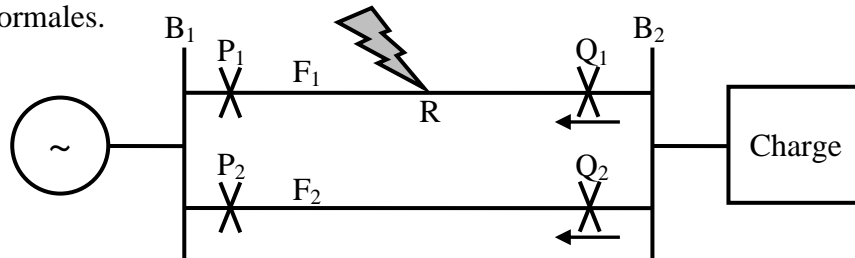

Fig.1. Réseau électrique à deux lignes de transmission parallèles avec coordination des relais directionnels et non directionnels.
Pour démontrer la performance du D-OCR sur MATLAB/SIMULINK®, considérons le réseau électrique illustré sur la figure 1, qui montre deux lignes de transmission parallèles de 220 kV, 60 Hz alimentant une charge (L) telle que chacune transporte 900 A (crête) dans les conditions normales.
- 1) Réaliser le montage de la Fig.1 sans défaut-sans protection dans Simulink pour un temps de simulation de 10 secondes.
directionnels, fonctionnant uniquement lorsque la puissance circule dans le sens indiqué sur la Fig.1. Les relais P_1 et P_2 sont non directionnels.